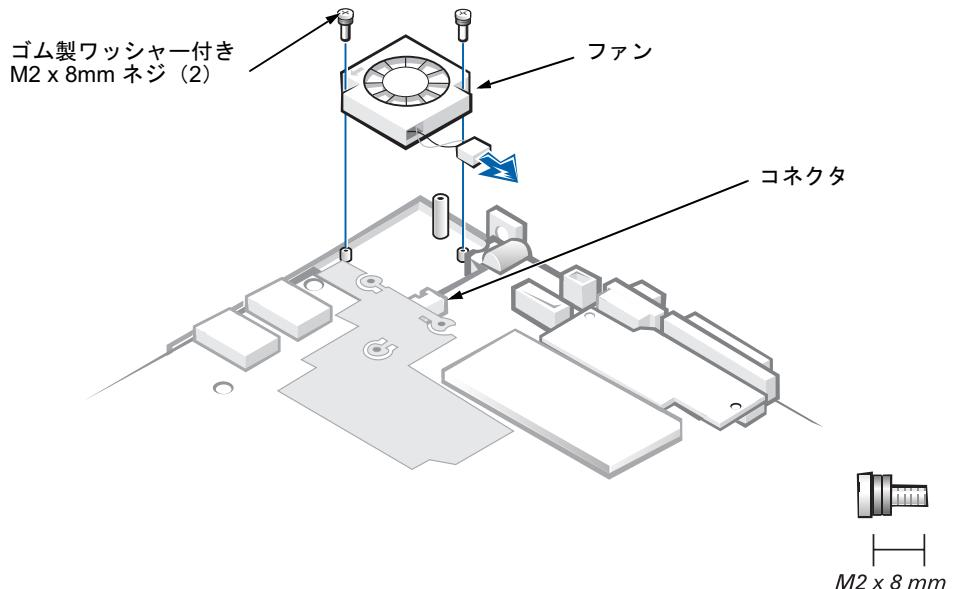

図 20 ファンの取り外し
(図 20 参照)。
6. ファンをボトムアセンブリに固定している 2 つのゴム製ワッシャー付き M2 x 8 mm ネジを取り外します (図 20 参照)。